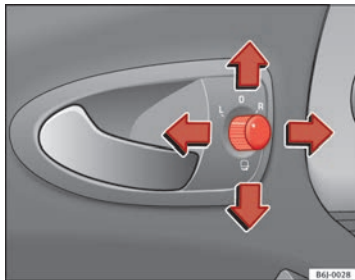

Abb. 68 Drehknopf für Außenspiegeleinstellung
1. Drehen Sie den Drehknopf ⇒ Abb. 68 zunächst in Stellung L (linker Außenspiegel).
- Drehen Sie den Drehknopf ⇒ Abb. 68 in Stellung ☐, um die Außenspiegel anzuklappen. Sie sollten die Außenspiegel immer anklappen, wenn Sie eine automatische Waschanlage durchfahren, um Beschädigungen zu vermeiden.